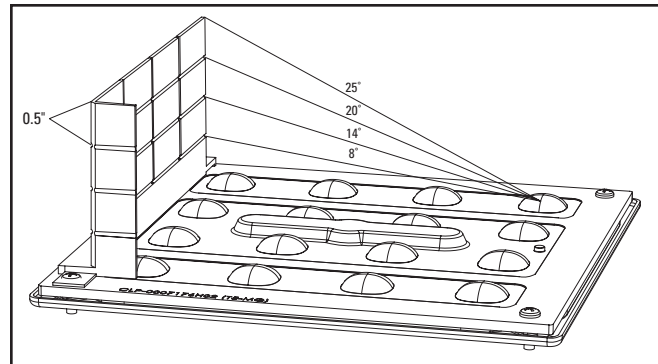
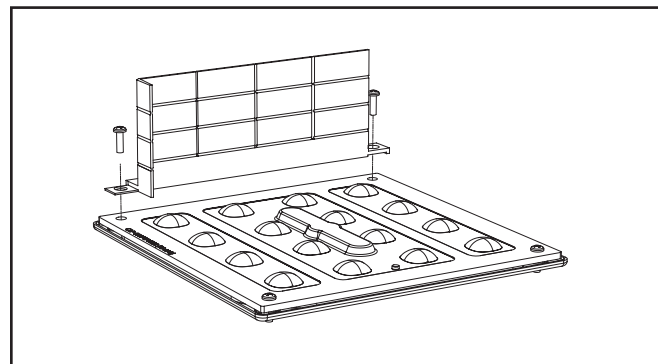

Figure 1.
Figure 2.
- Avant de procéder à l'installation, calculez les dimensions d'écran requis, ajustez la hauteur et la largeur en découpant le long des sections rainurées (facultatif) (Fig. 1).
- Retirez les quatre (4) vis fixant le luminaire carré et la garniture circulaire au luminaire.
- Retirez la garniture circulaire et placez l'écran PFS à l'endroit requis sur le luminaire carré. (Fig. 2).